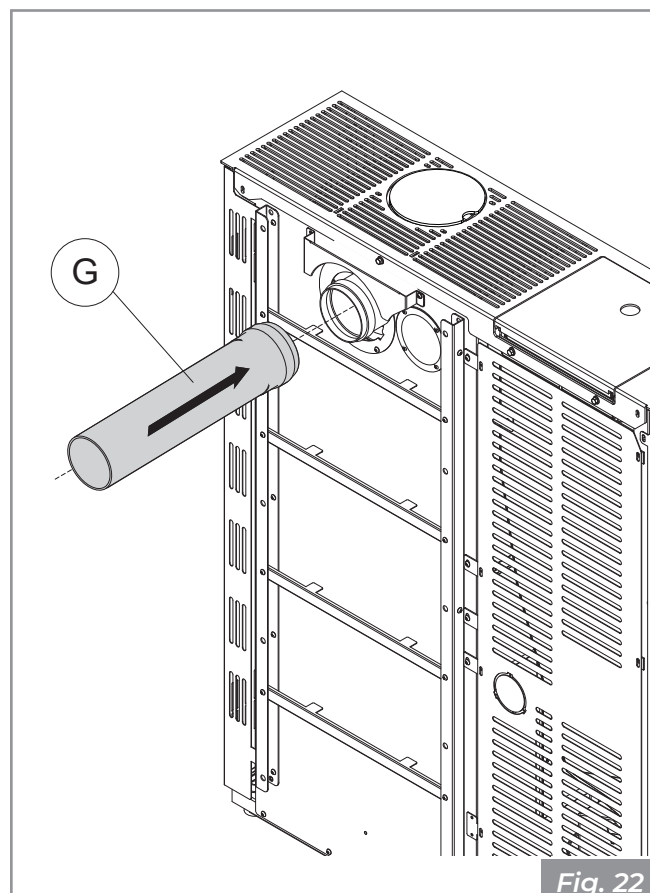

Fig. 22
- Montar el tapón de los humos (C) en el lado superior de la estufa en el lugar de la posición anterior del collar de humos superior (D).
- Cerrar el agujero superior uniendo el tapón estético (F) al anillo de soporte (E) mediante el uso de las 6 tuercas suministradas. Alinear el conjunto con la parte superior regulando las tuercas.
- Montar el collar de humos superior (D) en el lado trasero de la estufa en el lugar de la posición anterior del tapón de humos (C).
- Retirar el pre-corte del tapón de inspección trasero (B) y montar el componente en su lugar anterior.
- ES posible conectar el tubo de humos (G) en el collar (D) (Fig. 22).